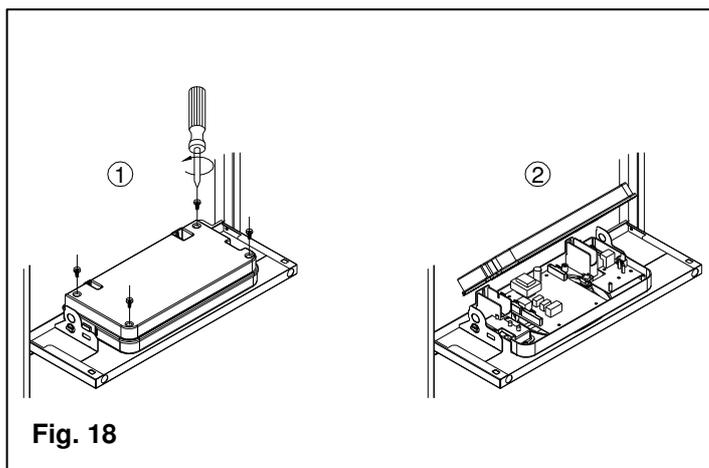

Fig. 18
- Dévisser les quatre vis de fixation (fig. 18) et retirer le capot.